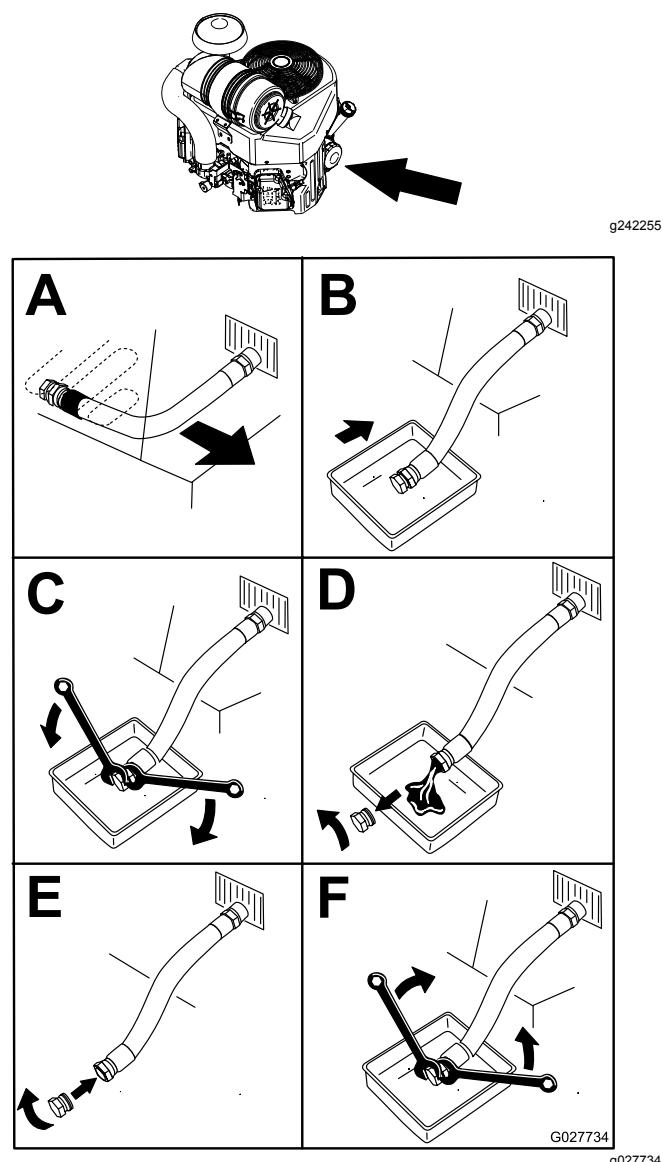

Figure 29
4. Vidangez l'huile comme montré à la Figure 29.